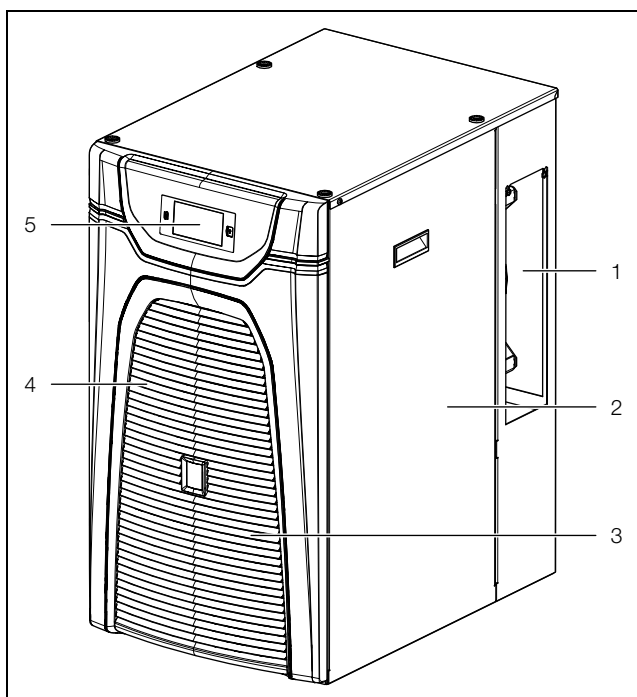
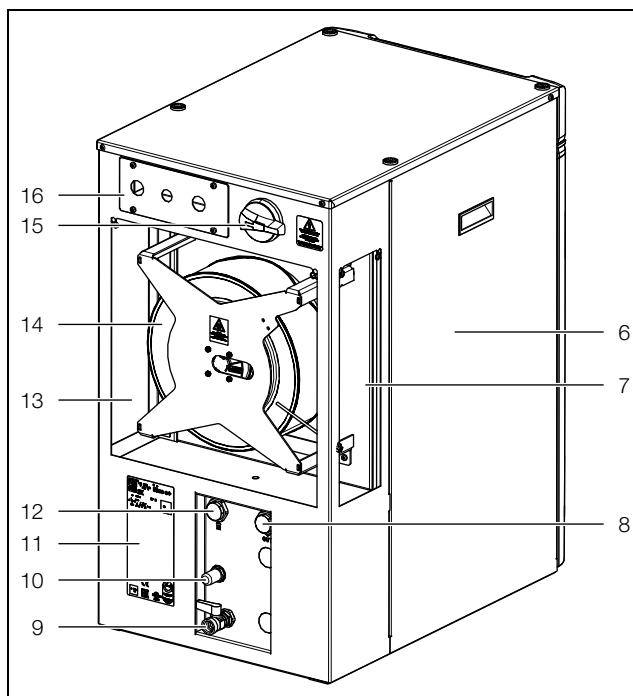

Рис. 1: Вид спереди (3320200 и 3334300)
Рис. 2: Вид сзади (3320200 и 3334300)
**Условные обозначения рис. 1 и рис. 2**